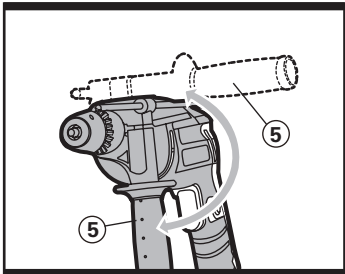

Fig 4
Pour installer la poignée (5), glissez la sur la perceuse et faites la pivoter sur la position désirée. Pour desserrer la poignée latérale, tournez la en sens horaire et pour la serrer, tournez la en sens antihoraire. Faites toujours usage de la poignée auxiliaire de l'outil pour travailler (se référer à la Figure 4).